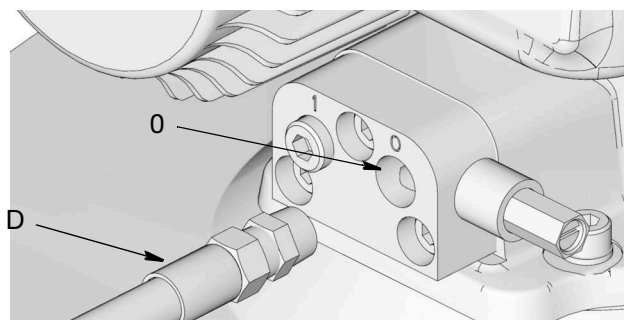

Рис. 11: Выпускной патрубок для смазочного материала
8. Подсоедините таймер / контроллер (F) (предоставляется пользователем, если используется).
9. Подсоедините линию подачи смазки под высоким давлением (D) к выпускному патрубку для смазочного материала (O) (Рис. 11) на воздуховыпускном клапане или коллекторе.